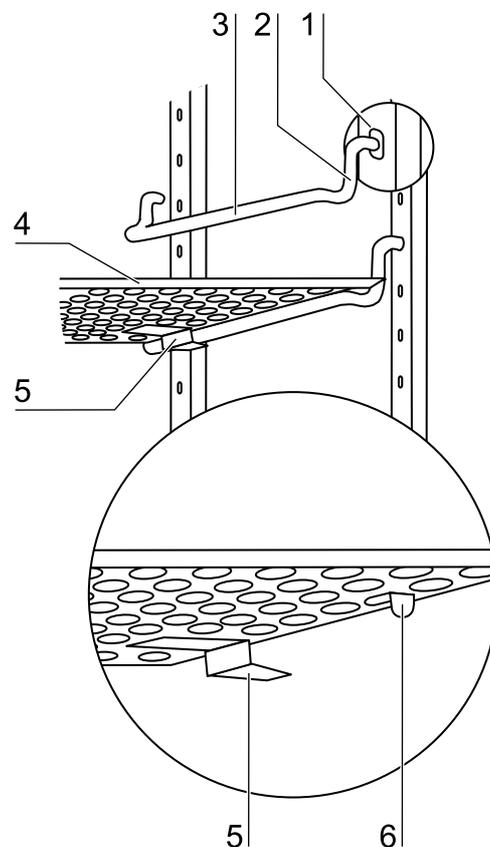

Abb. 13
1. **Abb. 13:** Die Auflagebügel [3] in die Perforation [1] des Tragprofils stecken, so dass der Auflagestab nach unten zeigt.
1. **Abb. 13:** Die Einlagebleche [4] mit der Kippsicherung [5] zur Geräterückwand zeigend auf den Auflagebügel schieben. Die Kippsicherung [5] dient gleichzeitig als Führung des Einlagebleches.